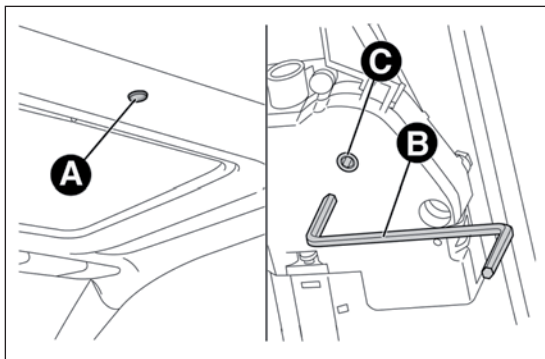

РИС. 56
- снимите защитную крышку А РИС. 56 на внутренней обшивке между двумя солнцезащитными шторками;